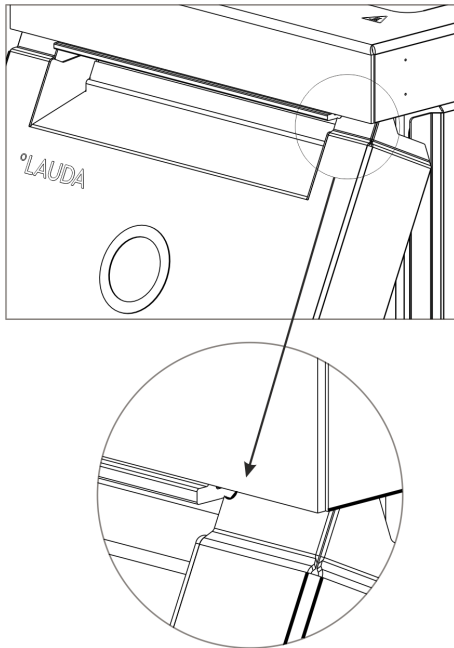

Abb. 77: Radien an der Frontblende
2. Schieben Sie die Frontblende nur so weit nach oben, dass die Radien noch zu sehen sind (Abb. 77).